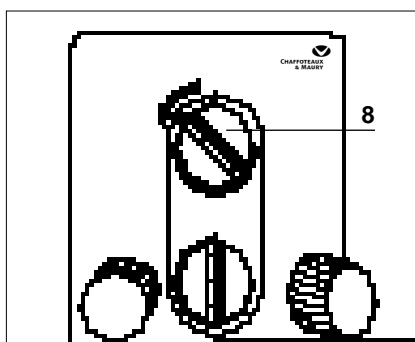

Fig.2 - BAYARD STAR 5 TS e 2F
**Modèle 2 F** : pour distribution d'eau chaude à distance seulement (fig. 2).
Tournez doucement le bouton "8" dans le sens de la flèche jusqu'au repère « ⚡ » plein gaz (fig. 2).